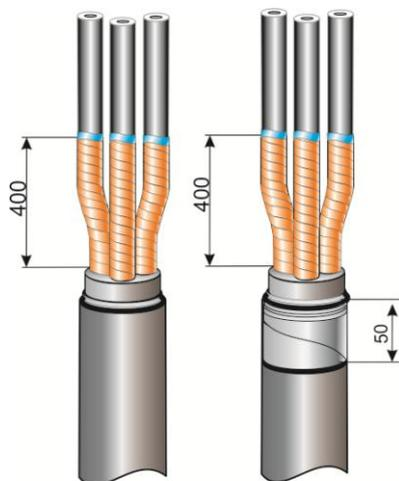

Рис.3
**3.**Развести жилы, на расстоянии 400мм от корешка разделки кабеля сделать бандаж из ленты ПВХ на каждой жиле. Расплести и удалить ленточный экран от торца жилы до бандажа из ленты ПВХ. (Рис.3).